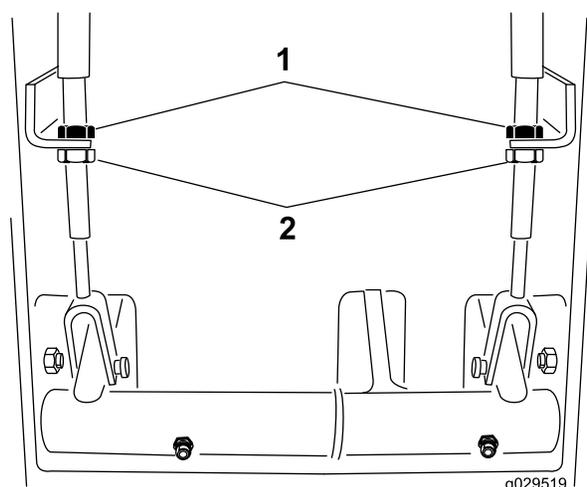

Figura 63
2. Per ridurre il gioco dei pedali del freno, stringete i freni allentando i controdadi anteriori sull'estremità filettata del cavo del freno (Figura 63).